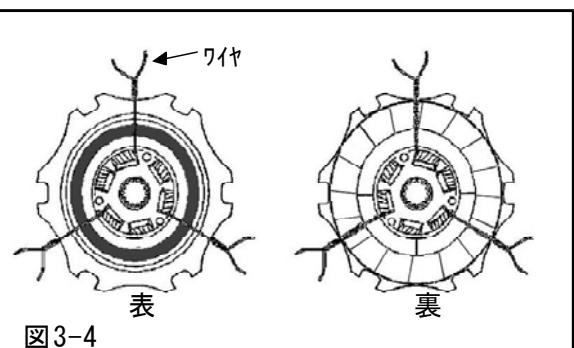

図3-4
- (5) ピボットリング、プレッシャープレート、クラッチディスクAssy(T/M SIDE)、センタープレート、クラッチディスクAssy(F/W SIDE)をワイヤ等で1つにまとめてください。(図3-4)(P5×1, P4×1, P2×1, P6×1, P3×1)